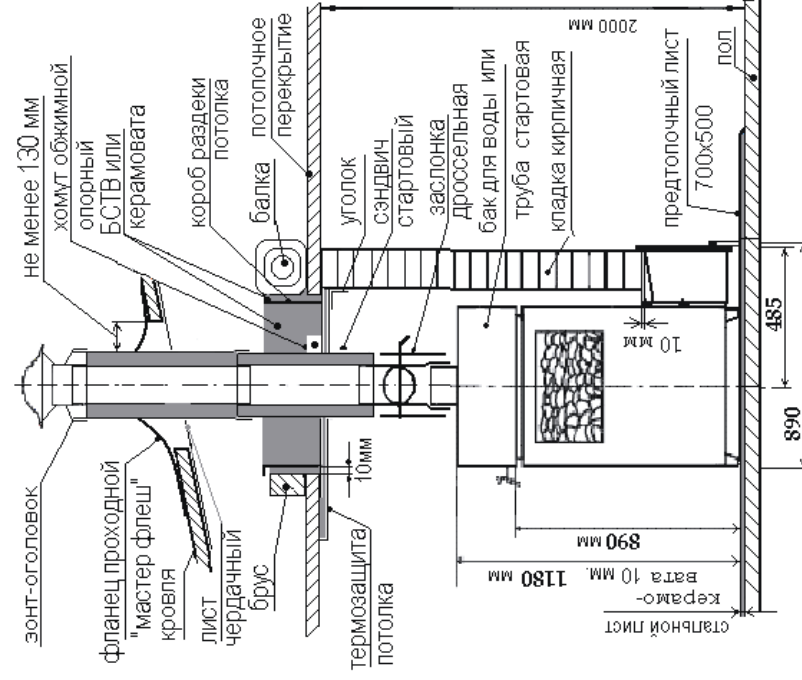

Рис.9 Схема установки печи «Суапушка»
7.7. При сборке дымохода зазоры в местах соединения элементов заполнить жаропрочным герметиком и скрепить обжимными хомутами (см. рис.9).
7.13. Прохождение дымохода сквозь кровлю осуществляется с помощью фланца проходного «мастер флеш», гарантирующего как пожарную безопасность кровли, так и ее гидроизоляцию в месте прохождения дымохода (см. рис.9). Предварительно в кровле, в соответствии с осью дымохода, необходимо сделать отверстие, гарантирующее отступление всех возгораемых элементов кровли от наружной поверхности «сэндвича» на расстояние не менее 130 мм. В зависимости от типа примененного кровельного материала выполнить работы по его сопряжению с установленным «мастер флеш».
7.14. На внутренней стороне кровли в зоне прохождения дымохода установить чердачный лист (см. рис.9).